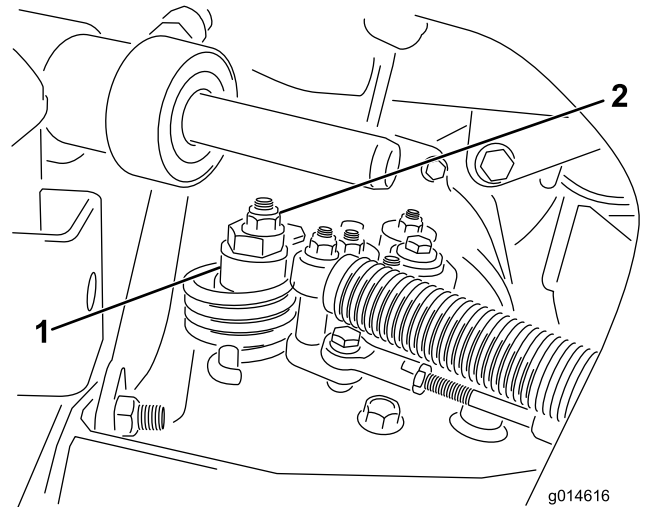

图35
A. 松开将偏心螺栓固定到静液压泵顶部的螺母图 35。
- C. 旋转偏心螺栓直到不再出现任何方向的缓慢前移。当轮子停止旋转时旋紧螺母锁定偏心螺栓和调整图35。将油门移至慢速和快速位置验证调节情况。